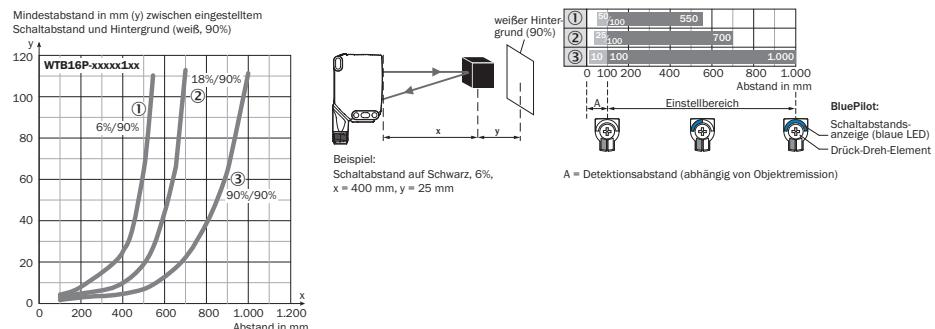

Abbildung 15: Kennlinie 1, WTB16P Bluetooth-xxxx1xx, Rotlicht
Die minimale Distanz (= y) für die Hintergrundausblendung kann aus dem Diagramm [Abbildung 15 ①] wie folgt ermittelt werden: